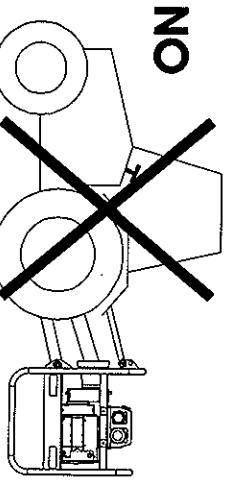

fig.2a
- Verificare che il gruppo sia ben appoggiato a terra e correttamente allineato; non è ammesso il funzionamento a mancanza di questa condizione fondamentale (fig.2a)
- Check that the generator set frame is firmly positioned on the ground and correctly aligned; it is not allow to work without this primary condition (fig.2a)
- Vérifier toujours que le groupe est parfaitement appuyé par terre, et correctement aligné; la fonctionnement du dispositif n'est pas strictement interdit si cette condition fondamentale n'est pas satisfait (fig.2a)